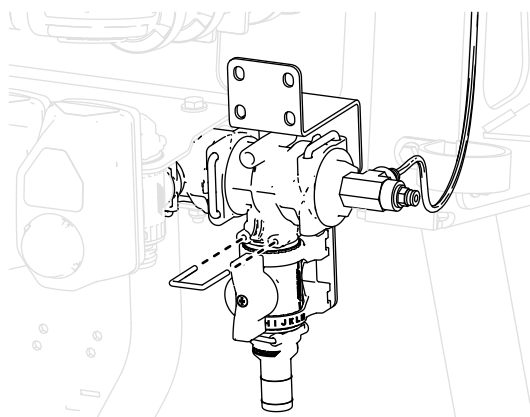

図 35
12. 付属のリテーナーを使って、バルブセクションの端にあるコントロールバルブアセンブリをTマニホールドに接続する 図 35。